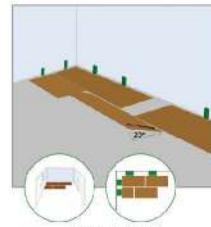

Рисунок 10
- Далее продолжается формирование второго ряда без торцевого (по короткой стороне) защелкивания при помощи следующей доски (см. рис. 10).